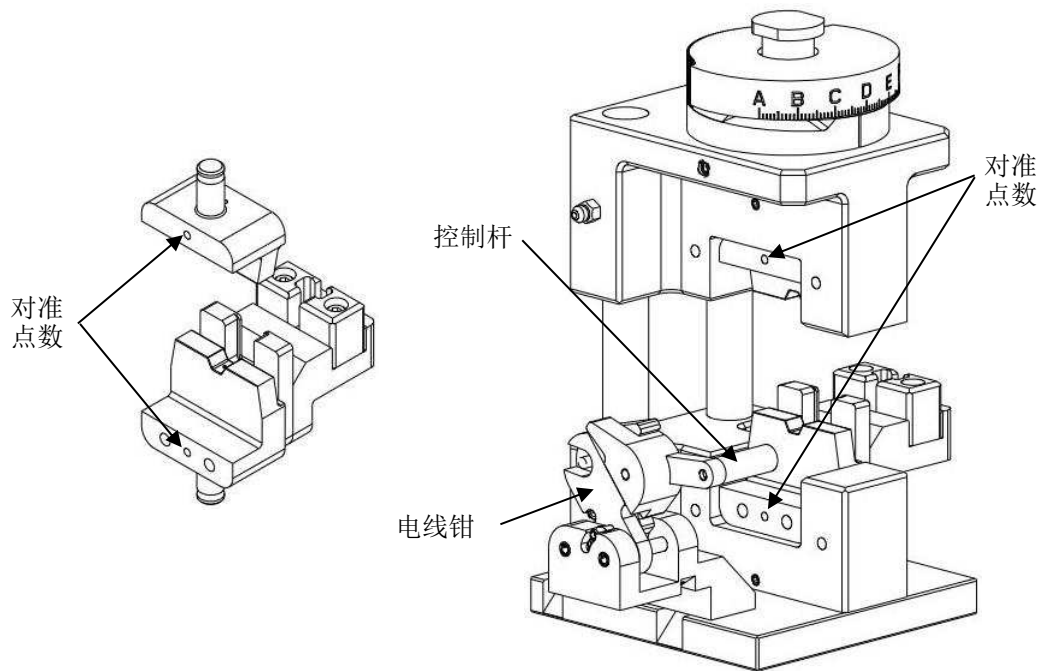

图 2
- 对准点朝向模块化冲模座上的电线钳（请参阅图 2）。
2. 向下按压控制杆，以打开电线钳（请参阅图 2）。